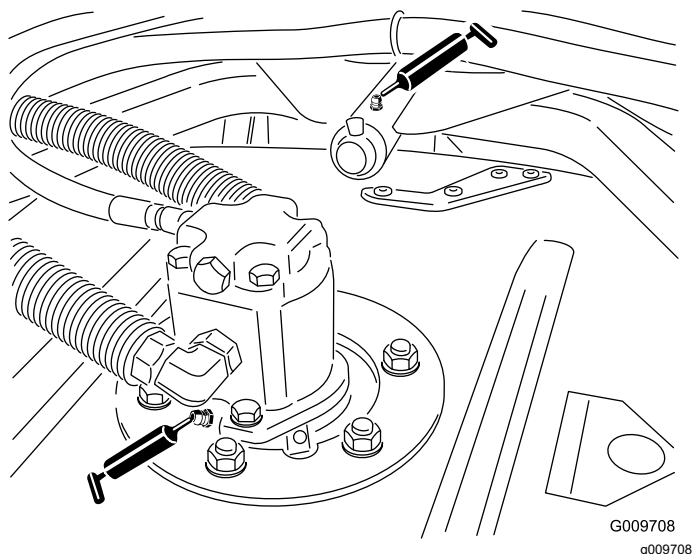

Figure 78
- Roulements d'axes de pivot d'unité de coupe (2 par unité de coupe), comme montré à la Figure 78.
- Roulements de bras de bâti porteur d'unité de coupe (1 par unité de coupe), comme montré à la Figure 78.